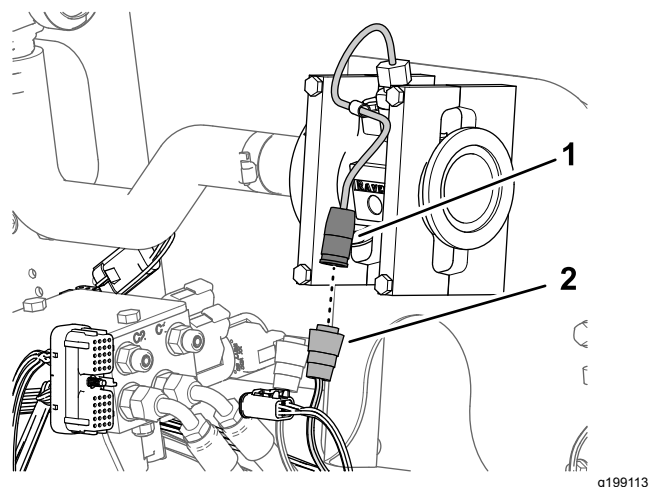

Figure 87
1. Branchez le connecteur à 3 douilles de la branche de 89 cm du faisceau étiquetée FLOW METER au connecteur à 3 broches du débitmètre (Figure 87).